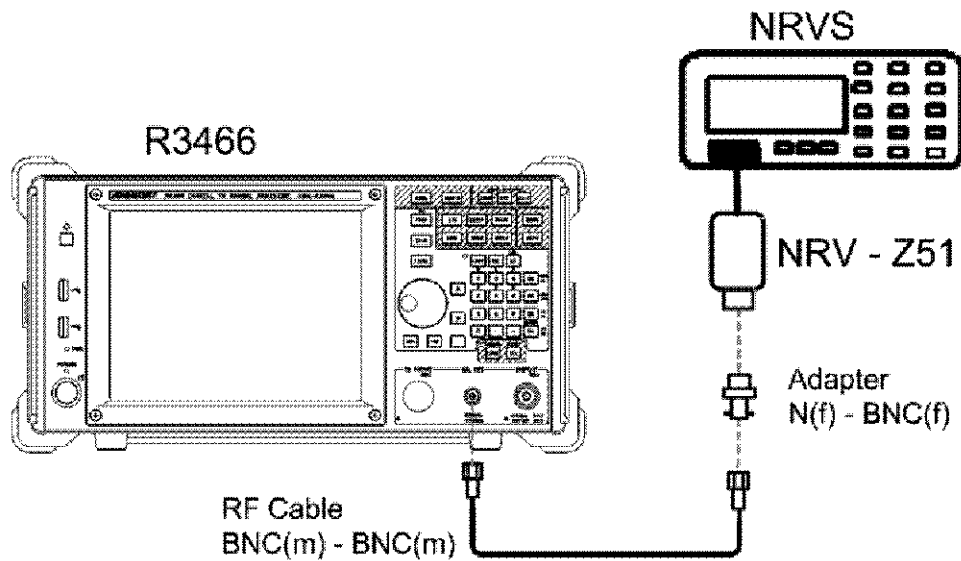

図 2-2 校正信号出力確度試験接続図
1. 機器を図 2-2 のように接続します。R3466N の場合は $75\ \Omega$ 仕様のケーブル、コネクタ、アダプタおよびセンサを使用して下さい。
6. パワー・センサを図 2-2 のように接続します。